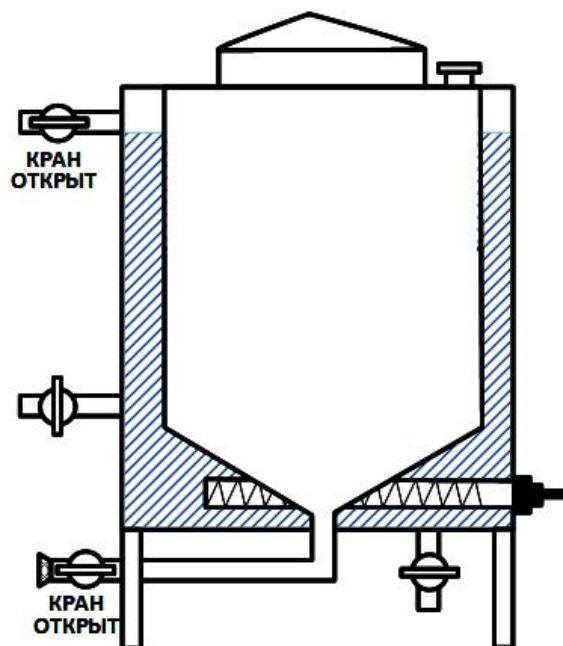

Рис.4. Остывание ПВК
**ВНИМАНИЕ:** При остывании ПВК обязательно оставляйте открытыми верхний кран рубашки и кран слива сусла рис.4.